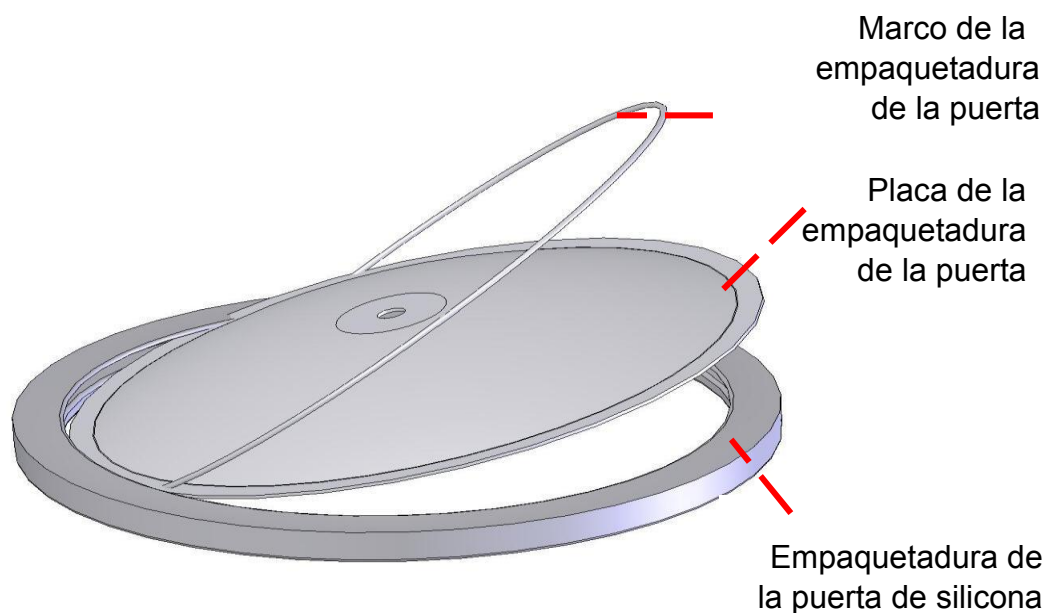

Figura 35
1. Retire el ensamblaje de la empaquetadura de la ranura de la puerta, y luego retire el marco de empaquetadura de la puerta, la placa de la empaquetadura de la puerta de la empaquetadura vieja. Instale el marco de empaquetadura de la puerta, la placa de empaquetadura de la puerta a la nueva empaquetadura según se muestra en la Figura 35.